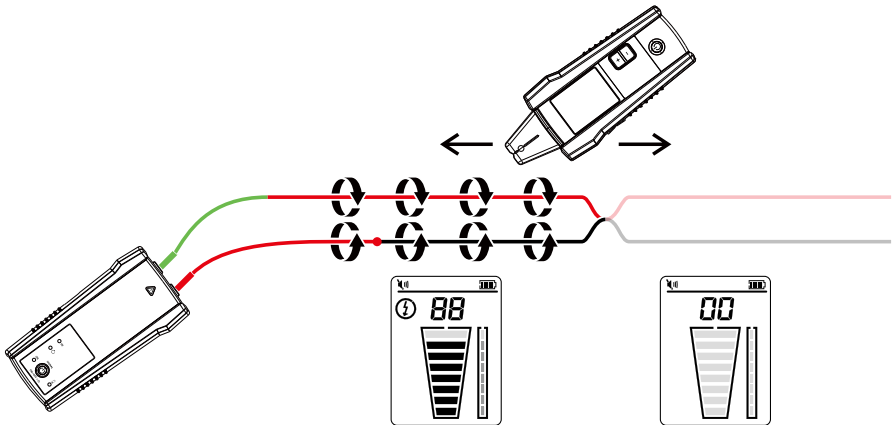

Abbildung 4.3: Ein Kabel zur Suche nach Kurzschlüssen verfolgen
1. Verbinden Sie den Sender wie in Abbildung 4.3 gezeigt über Messleitungen mit dem Stromkreis.